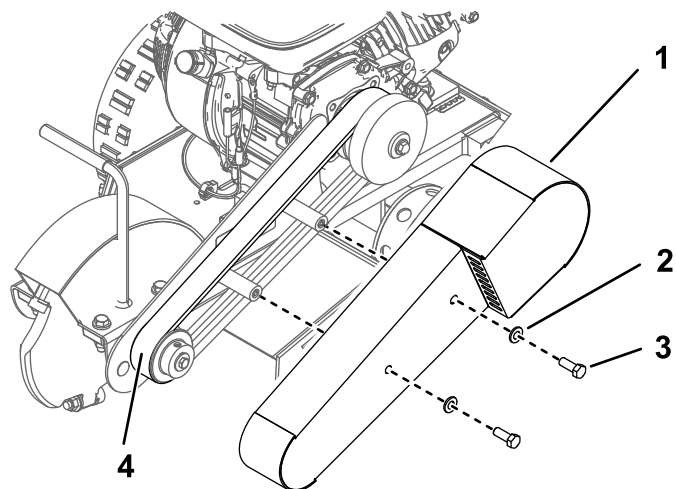

Figure 13
7. Chaussez la courroie sur la poulie avant et la poulie d'embrayage (Figure 13).
11. Montez le protège-courroie au moyen de 2 boulons (3/8 x 1 po) et 2 rondelles (0,38 x 0,75 x 0,08 po), comme montré à la Figure 13.